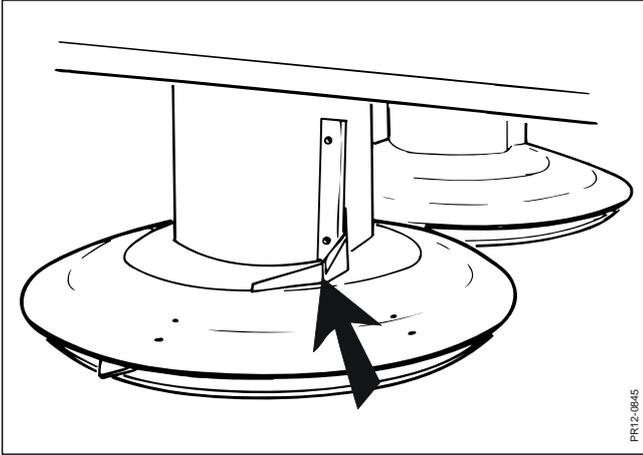

Fig. 5-13
**Fig. 5-13** Prüfen, daß die Mitnehmer auf die Scheiben korrekt angebracht und in Ordnung sind. Die Scheiben können von Steine u.ä. deformiert werden. Falls es Anlaß zu Unwucht gibt, müssen die Scheiben ausgetauscht werden.